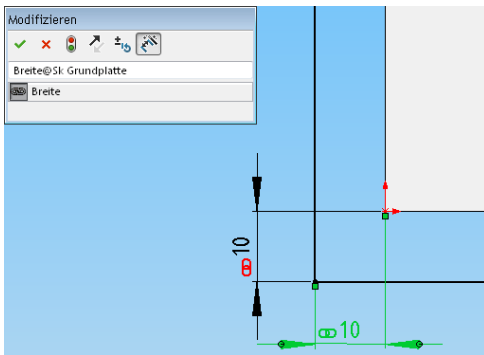

Bild 2.43: Statt eines Maßwertes lassen sich auch Variable und (später!) Gleichungen verwenden
- Das Kettensymbol finden Sie auch im Dialogfeld *Modifizieren*, nachdem Sie einen Doppelklick auf eine verknüpfte Bemaßung ausgeführt haben. Ein Klick auf dieses Symbol, und statt des Wertes wird nur der Name angezeigt (Bild 2.43).